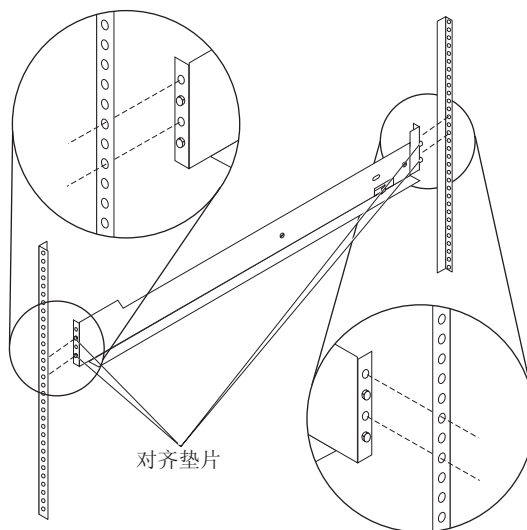

图 2. 将支撑导轨放置到机架中
2. 握住左支撑导轨的前部，使其紧靠着机架式机箱前支撑凸缘内侧，然后拉伸支撑导轨的后部，直到它与机架式机箱后支撑凸缘接触。将支撑导轨后部的对齐垫片滑入机架式机箱后部的孔中，如图 2 所示。